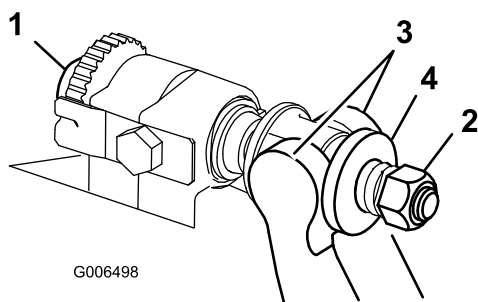

Figura 26
1. Rode os parafusos de ajuste da barra de apoio no sentido contrário ao dos ponteiros do relógio, para afastar a lâmina de corte do cilindro (Figura 26).
2. Faça recuar porca da mola tensora até que a anilha deixe de estar sob tensão contra a barra de apoio (Figura 26).